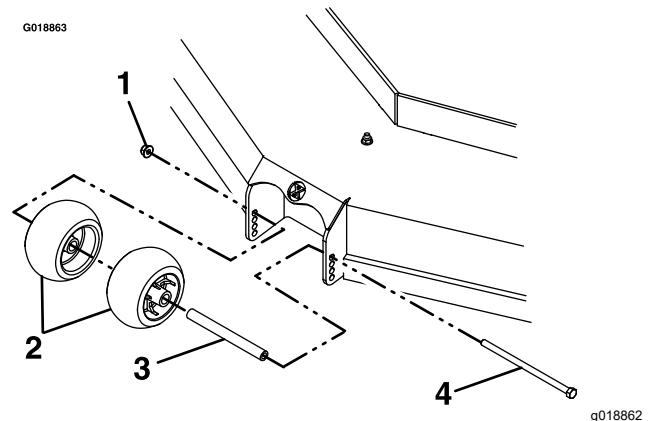

Figura 30
6. Apriete la tuerca nyloc ($\frac{3}{8}$ ") a 41 – 47 N·m (30 – 35 pies-libra), como se muestra en la Figura 30.